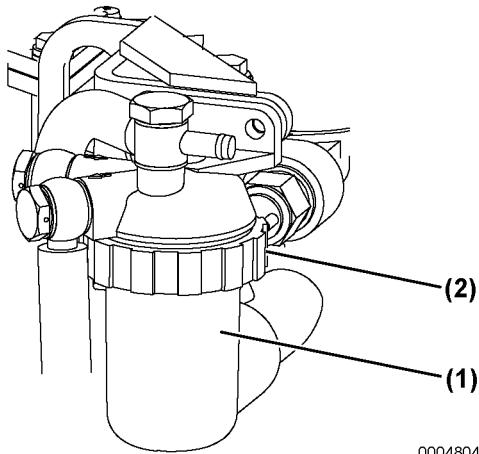

Figura 4
- Desaperte o anel de retenção **(Figura 4, (2))** no sentido contrário ao dos ponteiros do relógio com uma chave de filtros.
- Retire o compartimento do filtro de combustível **(Figura 4, (1))** e retire o elemento. Substitua o elemento por um novo.